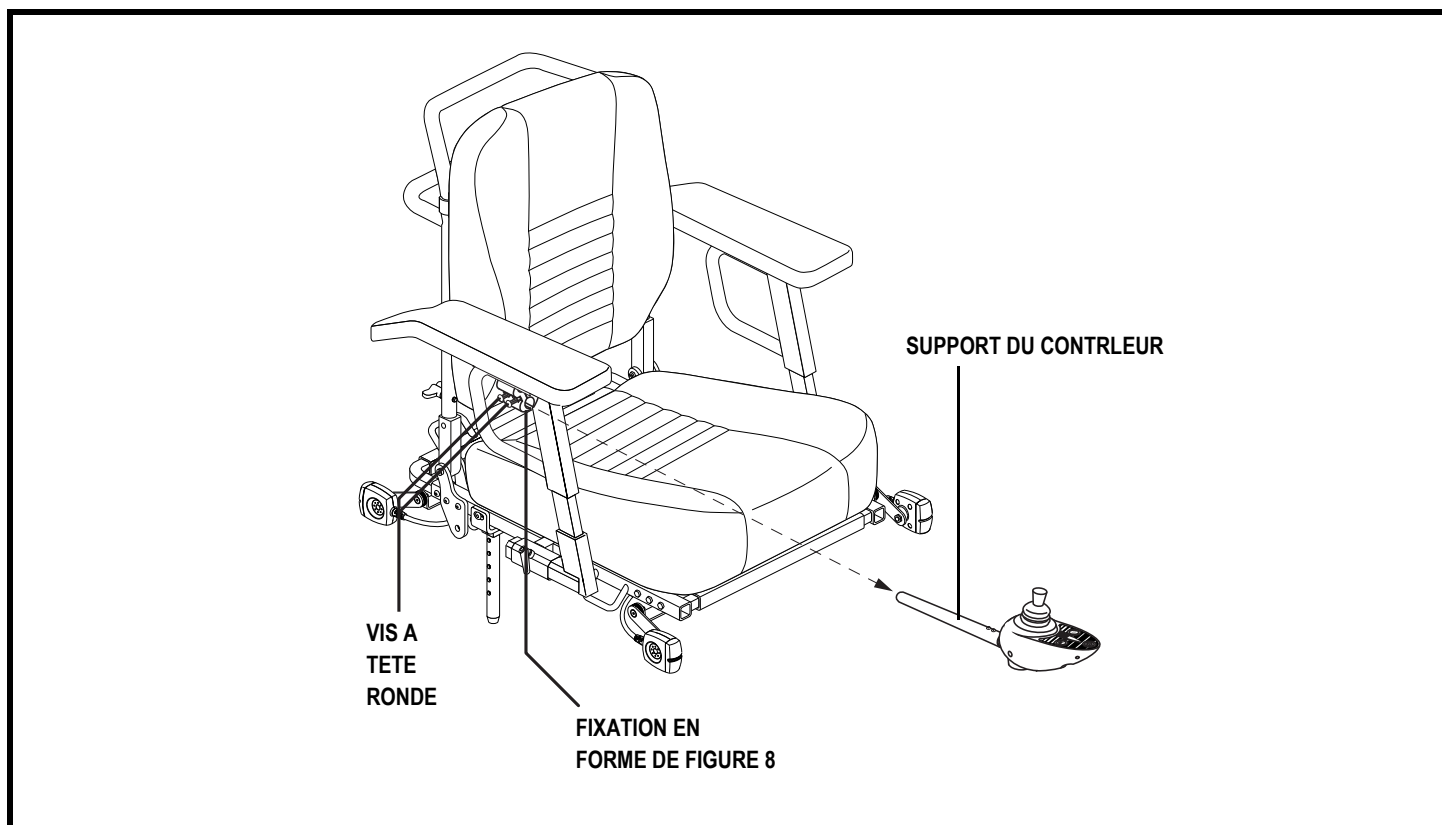

Figure 20. Position du contrôleur
4. Desserrez la vis à tête ronde de la fixation en forme de figure 8 située sur l'accoudoir. **Voir la figure 20.**